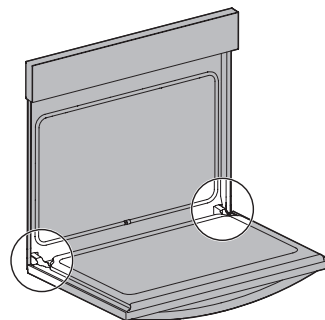

Figure 15: Emplacement de la charnière de la porte
1. Ouvrez complètement la porte du four, parallèlement au sol (Figure 15).
3. Ouvrez complètement la porte du four (parallèlement au sol (Figure 15).
4. Poussez les verrous des charnières de droite et de gauche vers le haut et dans le cadre du four jusqu'à ce qu'ils soient en position verrouillée (Figure 15).